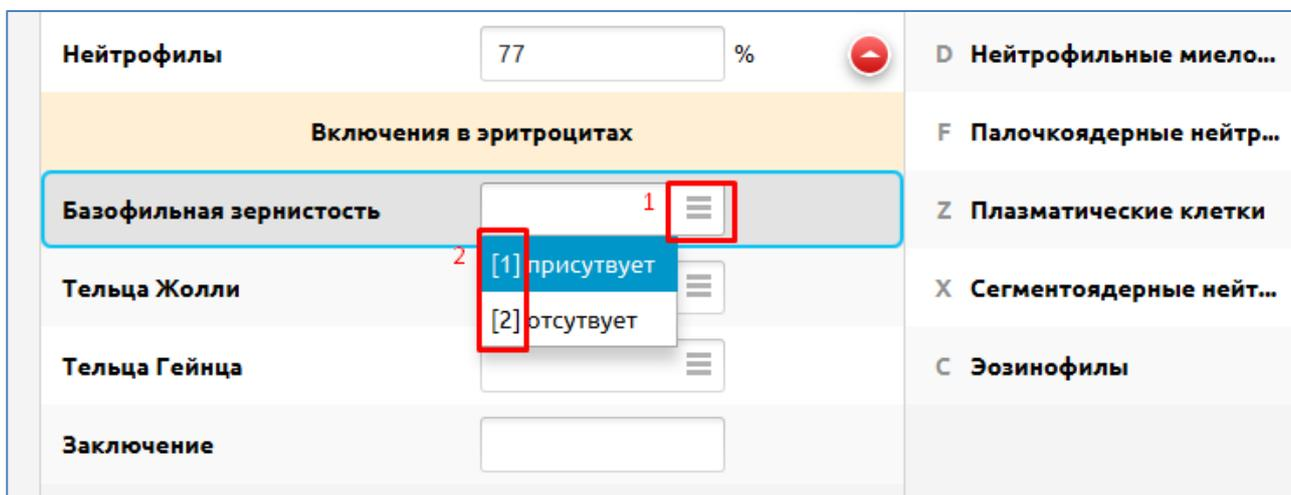

Рис. 55
2. Для ввода показателей морфологических изменений эритроцитов («Включения в эритроцитах») выделите фокусом показатель «Базофильная зернистость» в средней части окна и нажмите кнопку выбора результата из подготовленного списка (№1 на Рис. 55). Откроется список вариантов заполнения, у каждого значения будет указана горячая клавиша для быстрого ввода этого значения (№2 на Рис. 55). Показатель можно выбрать из списка или нажать горячую клавишу в поле ввода. Повторите манипуляции для остальных тестов: Базофильная зернистость, Тельца Жолли, Тельца Гейнца. В поле «Заключение» можно ввести текст в свободной форме.